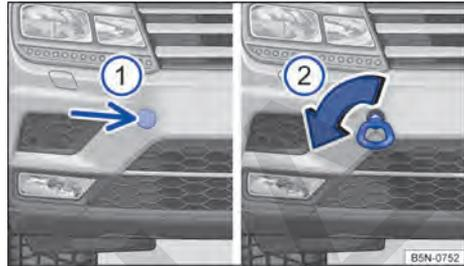

Fig. 226 En el lado derecho del paragolpes delantero: argolla de remolque.
El alojamiento de la argolla de remolque enroscable se encuentra en el lado derecho del paragolpes delantero, detrás de una tapa → fig. 226.
- Presione en el lateral de la tapa → fig. 226 ① (flecha) para desencastrar esta.
- Enrosque la argolla de remolque → fig. 226 ② en el alojamiento girándola al máximo en el sentido de la flecha → ①. Utilice un objeto adecuado con el que pueda enroscar completa y fijamente la argolla de remolque en su alojamiento.